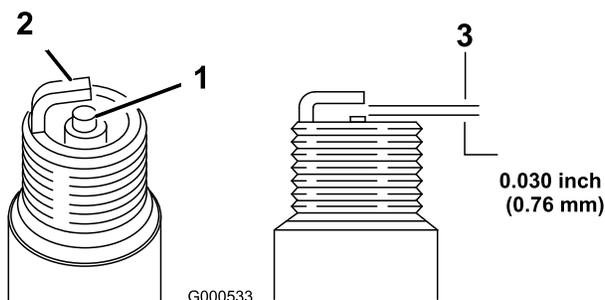

Figura 30
1. Controllate il centro delle candele (Figura 30).
2. Verificate la distanza tra gli elettrodi centrale e laterale (Figura 30), e se non è esatta piegate l'elettrodo laterale.